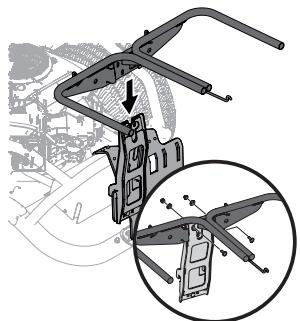

Figura 8
1. Instale y asegure el ensamblaje del colgador (683-04461C) en el soporte vertical usando dos pernos de carro (710-0276), dos arandelas de copa (736-0242) y dos tuercas de bloqueo de brida (712-04063) del paquete de herramientas 689-01419. Consulte la Figura 8.